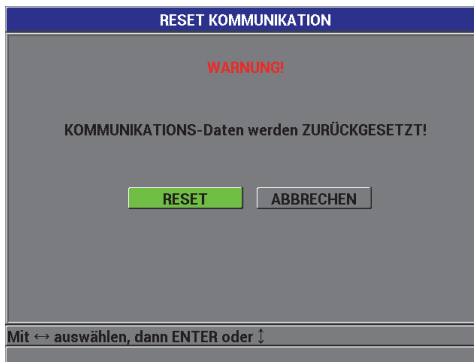

Abbildung 8-9 Fenster RESET KOMMUNIKATION – Warnmeldung
- Wählen Sie im Untermenü von **RESET** den Untermenüpunkt **KOMMUNIKATION**. Das Fenster **RESET KOMMUNIKATION** wird angezeigt wird (siehe Abbildung 8-9 auf Seite 163).